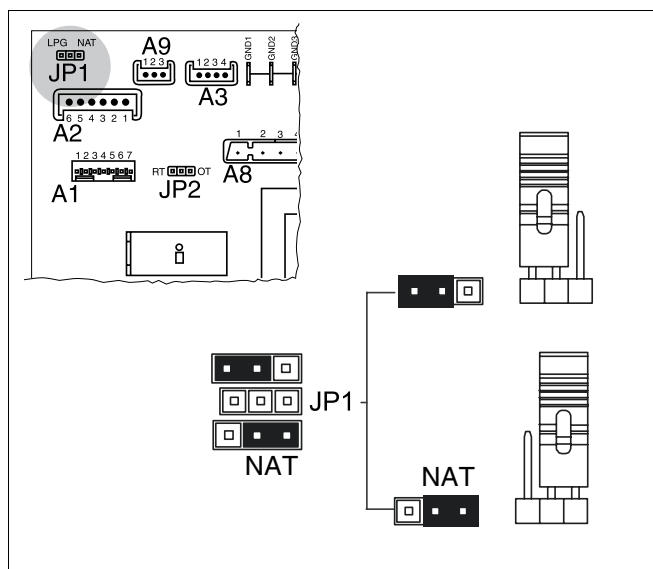

Fig. 51 Conversione gas liquido/gas naturale
- Collocare il jumper JP1 (fig. 51) sulla scheda di regolazione in posizione "NAT".